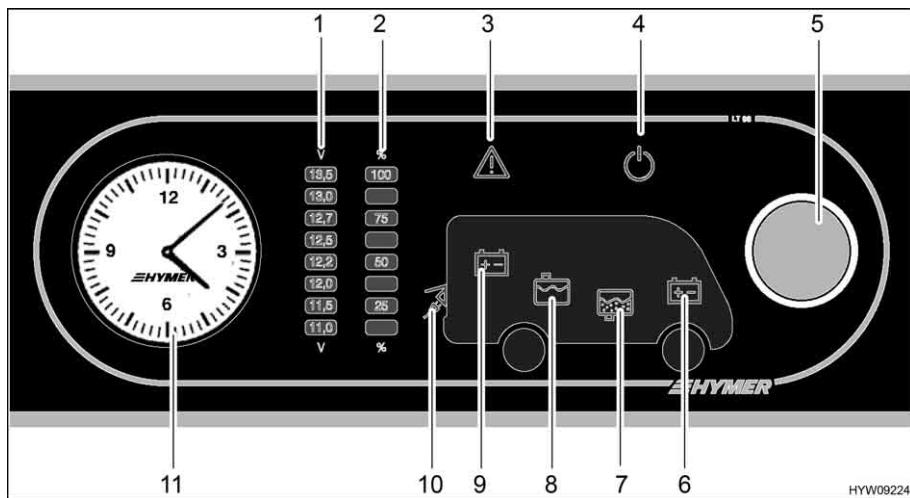

Fig. 110 Pannello di controllo (LT 98)
Il pulsante a rotazione (Fig. 110,5) inserisce o disinserisce il pannello di controllo e l'alimentazione a 12 V dell'abitacolo.
- Premere il pulsante a rotazione (Fig. 110,5): L'alimentazione a 12 V dell'abitacolo è inserita. La spia di controllo a 12 V (Fig. 110,4) diventa verde.
- Premere il pulsante a rotazione (Fig. 110,5): L'alimentazione a 12 V dell'abitacolo è disinserita. La spia di controllo a 12 V (Fig. 110,4) si spegne.
Mediante il pulsante a rotazione (Fig. 110,5) si possono interrogare sia la tensione della batteria dell'abitacolo che la tensione della batteria di avviamento. La tensione viene visualizzata sulla scala indicatore per la tensione della batteria (Fig. 110,1).
- Ruotare il pulsante a rotazione (Fig. 110,5), finché si accende il simbolo della batteria della quale deve essere interrogata la tensione.
Viene indicata la tensione della batteria dell'abitacolo (Fig. 110,9)
Viene indicata la tensione della batteria di avviamento (Fig. 110,6)
- Leggere la tensione sulla scala indicatore della tensione della batteria (Fig. 110,1).
Mediante il pulsante a rotazione (Fig. 110,5) si possono interrogare sia il livello del serbatoio dell'acqua che il livello del serbatoio delle acque grigie. Il livello viene visualizzato sulla scala indicatore livello dei serbatoi (Fig. 110,2).
*Indicazione:* ■ Ruotare il pulsante a rotazione (Fig. 110,5), finché si accende il simbolo del serbatoio del quale deve essere interrogato il livello.
Viene indicato il livello del serbatoio dell'acqua (Fig. 110,8)
Viene indicato il livello del serbatoio delle acque grigie (Fig. 110,7)
■ Leggere il livello sulla scala indicatore del livello serbatoio (Fig. 110,2).
La spia luminosa Alarm (Fig. 110,3) lampeggia non appena i valori limite fissati vengono superati per eccesso o per difetto.
La spia luminosa Alarm (Fig. 110,3) lampeggia non appena la tensione della batteria scende al di sotto di 11 V. Se l'alimentazione a 12 V è accesa, si accende anche il relativo simbolo della batteria (Fig. 110,6 o 9), e l'indicatore "11,0" sulla scala indicatore della tensione della batteria (Fig. 110,1) lampeggi. Rischio di uno scaricamento totale della batteria.
La spia luminosa Alarm (Fig. 110,3) lampeggia ed il relativo simbolo del serbatoio (Fig. 110,7 o 8) si accende non appena il serbatoio dell'acqua è vuoto o il serbatoio delle acque grigie è pieno.
La spia di controllo a 230 V (Fig. 110,10) si accende quando all'ingresso della centralina elettrica è presente una tensione di rete.